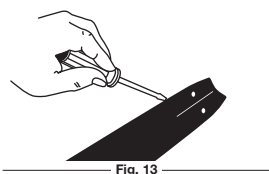

Fig. 13
2. Utilizando un desarmador, navaja, cepillo de alambre o cualquier otro instrumento similar, limpie residuos de los rieles de la barra guía. Esto mantendrá los pasajes abiertos para proveer una lubricación adecuada a la barra y cadena (Fig. 13).